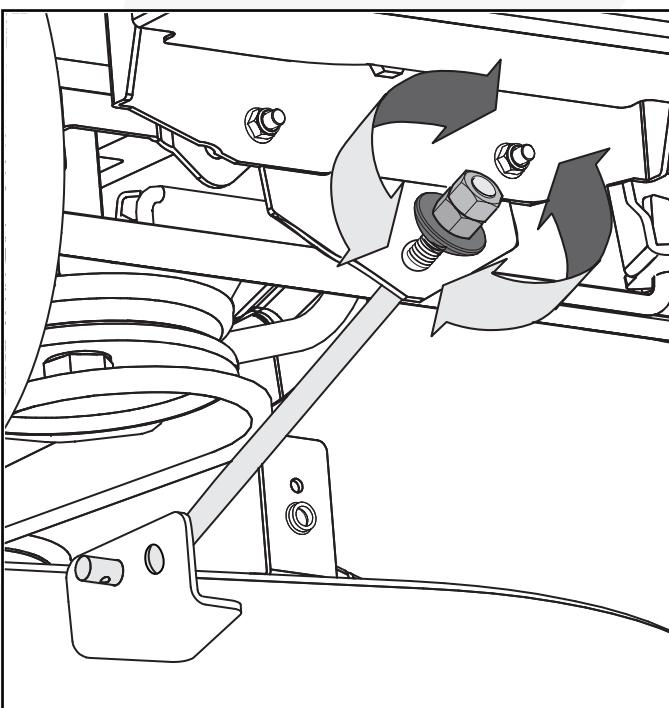

Fig. 27
5. Sin mover la tuerca de ajuste interior, vuelva a apretar la contratuerca exterior para asegurar la tuerca de ajuste interior en su lugar. (Fig. 27)
3. Si se necesita un ajuste de adelante hacia atrás, después de soltar la contratuerca exterior, gire la tuerca de ajuste interior en el sentido de las agujas del reloj para subir o en el sentido contrario para bajar la parte delantera de la plataforma de corte. (Fig. 27)